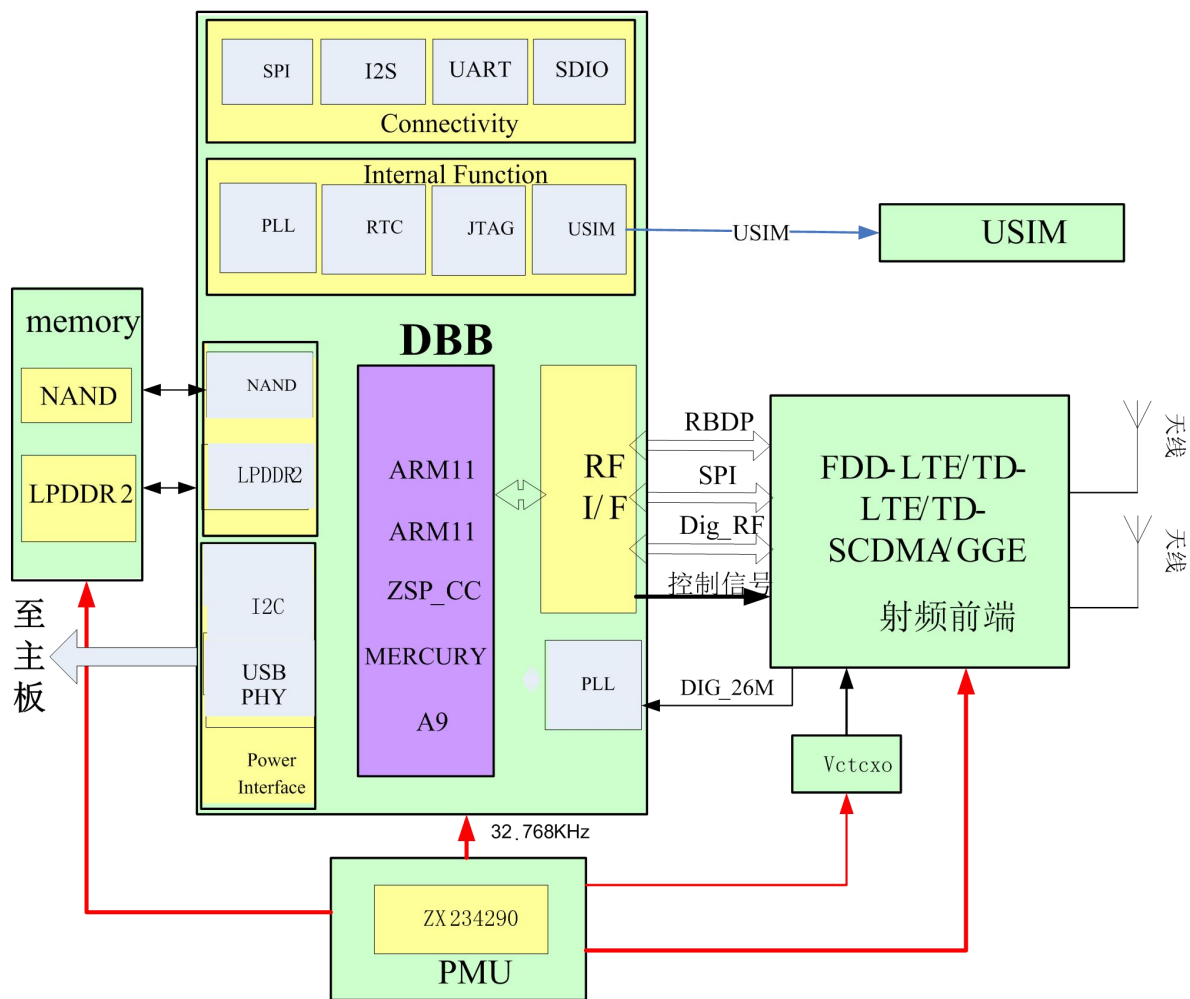

图 1-2 1.4G/1.8G 专网 LGA 模块硬件系统框图
1.4G/1.8G 专网模块整机的硬件总体框图如图 1-2 所示：